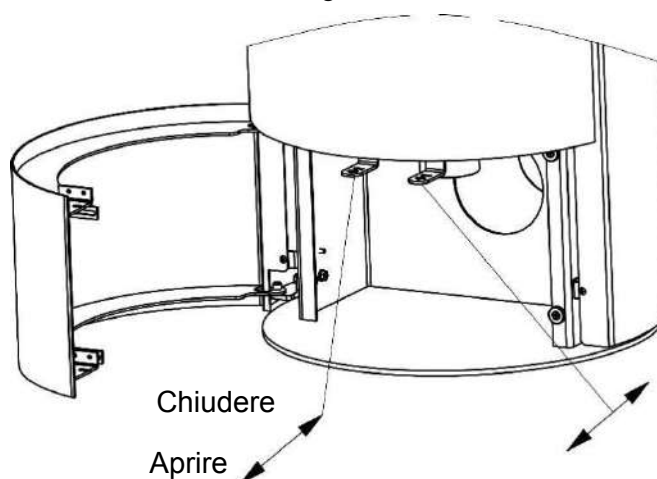

Figura 8
3. Una volta che la legna è completamente accesa, dopo circa 2 minuti, regolare l'aria secondo le necessità, come mostrato nella Figura 8: